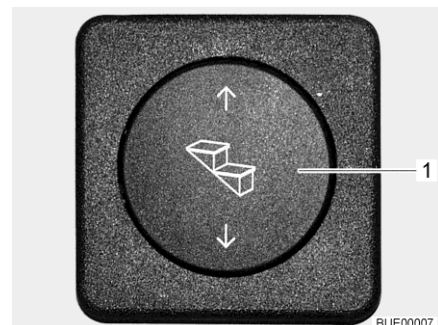

Fig. 8 Tasto di comando dello scalino di ingresso
- Estrazione:** ■ Premere verso il pulsante basculante (Fig. 8,1) e tenerlo premuto (almeno 3 secondi), fino a che lo scalino di ingresso è stato completamente estratto.
- Inserimento:** ■ Premere verso l'alto il pulsante basculante (Fig. 8,1) fino a che lo scalino di ingresso è completamente inserito.